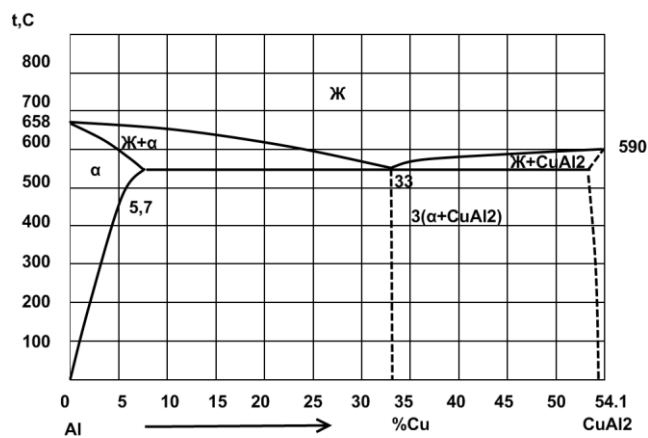

Рис. 10. Диаграмма состояния алюминий – медь (Al – Cu)
- Вычертите диаграмму состояния системы алюминий – медь (Al – Cu). Опишите взаимодействие компонентов в жидком и твердом состояниях, укажите структурные составляющие во всех областях диаграммы состояния и объясните характер изменения свойств сплавов в данной системе с помощью правил Курнакова (рис. 10).